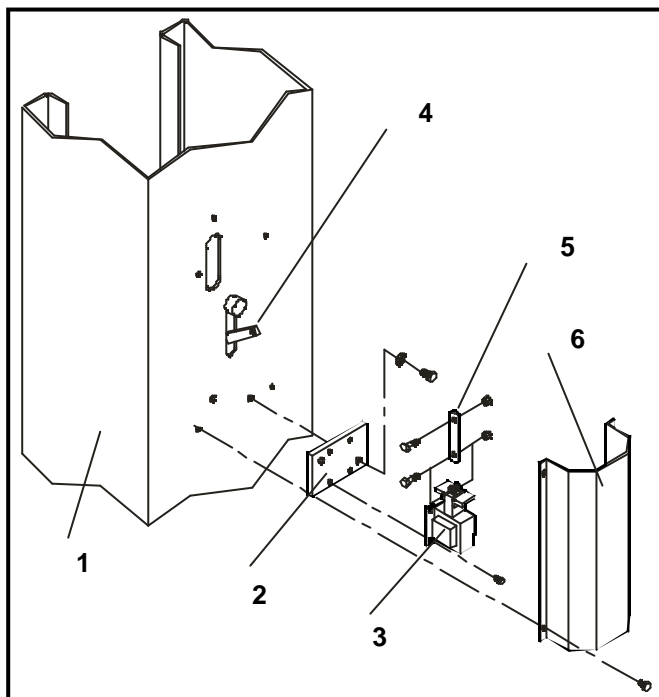

Fig.46 Montaggio elettromagneti
- 3 - Monta re gli elettromagneti come segue (Ve de re Fig.46):
- 3 - Mount the electromagnets as follows (see Fig.46):
Fig.46 electromagnets mounting
- 3) Montare i carter di protezione magneti (Rif. 6 Fig. 46) con viti TE M6x10.
- 3) Mount the magnet (ref. 6, fig. 46) protecting guards with HH screws M6x10.